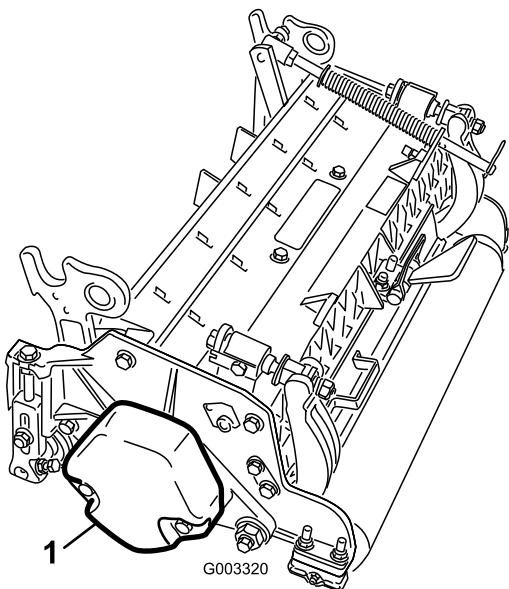

图 9
4. 按照滚刀组操作员手册的描述确保将配重块 图 9 安装到滚刀组正确的一端上。